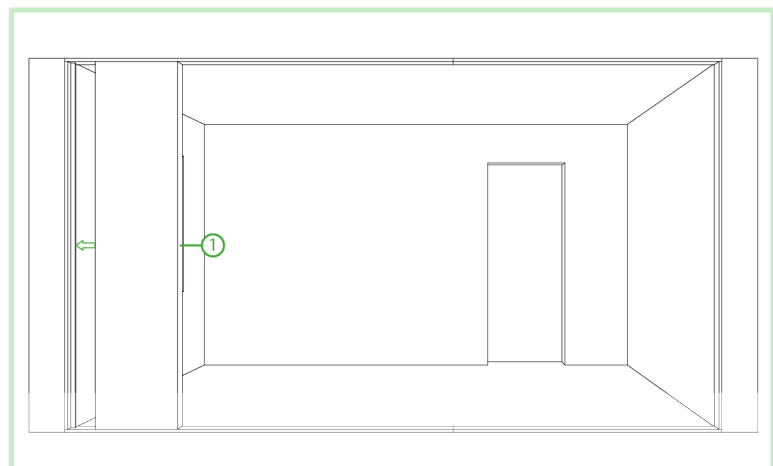
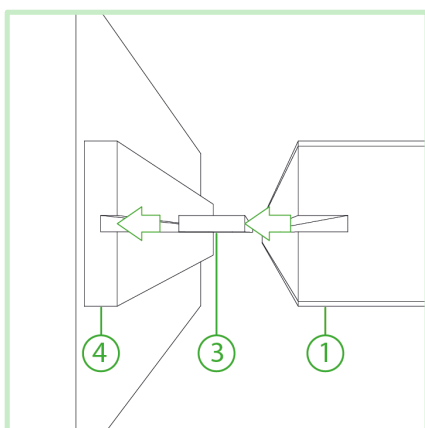

Abbildung 14: Schieben des C3W-Sandwichlements auf den E2P-Verbinder
Abbildung 15: E2P-Verbindung
Das C3W - Sandwichelement wird aufgerichtet und zwischen die C3W - Anschlusselemente gestellt (Abb.14). Anschließend wird es entlang der Anschlusselemente auf den E2P-Verbinder (3) geschoben (Abb.15).